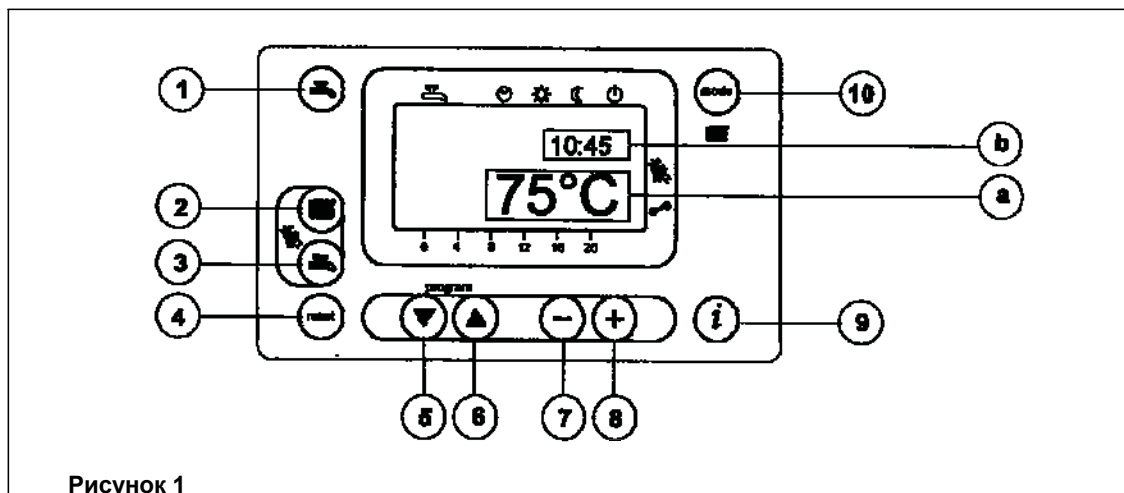

Рисунок 1
- Для установки значения температуры воды системы отопления нажмите кнопку  (поз. 2, Рис. 1);
- нажмите одну из кнопок   (поз. 1 или 10 Рис. 1) для запоминания значения и возврата в основное меню.
**Прим.** При подсоединенном датчике уличной температуры с помощью кнопки  (поз. 2, Рис. 1) можно осуществлять смещение по климатическим кривым. Для увеличения или уменьшения комнатной температуры в отапливаемом помещении действуйте кнопками  .
- Для установки максимального значения температуры воды системы ГВС нажмите кнопку  (поз. 3, Рис. 1);
- нажмите одну из кнопок   (поз. 1 или 10, Рис. 1) для запоминания значения и возврата в основное меню.